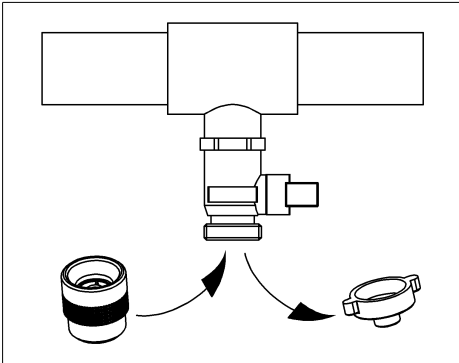

Abb. 2: Adapter QUICK-AN montieren
- Adapter QUICK-AN mit 3/4" Innengewinde, integriertem Rückflussverhinderer und Flachdichtung montieren (siehe Abb. 2).